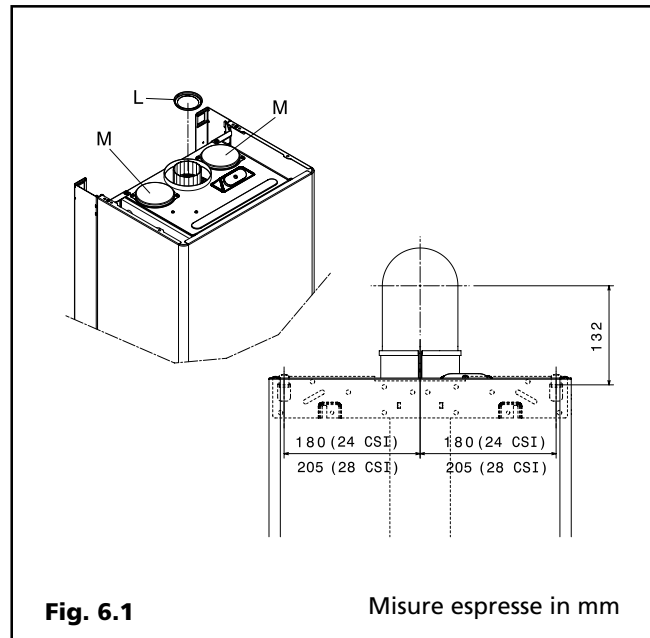

Fig. 6.1
La caldaia viene fornita predisposta per essere collegata a condotti di scarico/aspirazione coassiali, con la flangia fumi (L) installata e l'apertura per l'aspirazione aria (M) chiusa (fig. 6.1).